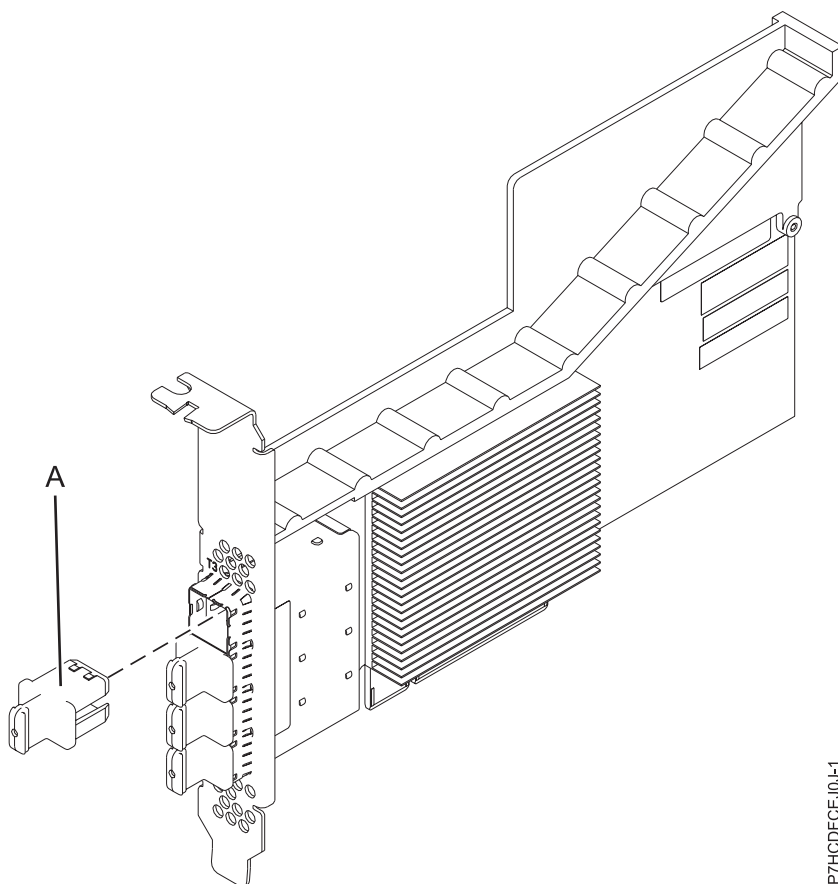

Figure 19. Carte PCIe3 à 4 ports SAS x8
La carte PCIe3 à 4 ports SASA x8 est une carte PCI Express (PCIe) SAS RAID de troisième génération, courte et à faible encombrement mais destinée à une installation pleine hauteur. La carte est destinée à des applications SAS (Serial Attached SCSI) hautes performances et haute densité. Elle prend en charge le raccordement d'unité de bande ou DVD SAS à l'aide de quatre connecteurs mini-SAS haute densité (HD) x4 qui permettent d'utiliser les liaisons physiques dans différentes configurations étroites et larges de ports. Le raccordement de bande magnétique n'est pris en charge qu'avec une configuration de carte unique et ne peut pas être combiné avec un disque SAS sur la même carte. L'adaptateur ne dispose pas d'un cache en écriture. La figure 19, à la page 56 illustre la carte PCIe3 à 4 ports SASA x8.
La figure 19, à la page 56 représente la carte. Le capuchon du connecteur **(A)** est installé dans un port vide et empêche que ce port ne soit endommagé lorsqu'un câble d'un connecteur de port adjacent est branché ou retiré.